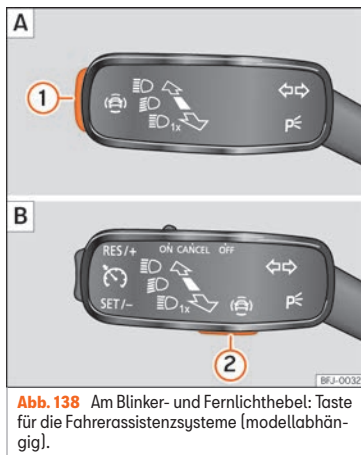

Abb. 138 Am Blinker- und Fernlichthebel: Taste für die Fahrerassistenzsysteme (modellabhängig).
- Taste » Abb. 138 ① oder ② kurz drücken, um das Menü **Assistenten** aufzurufen.